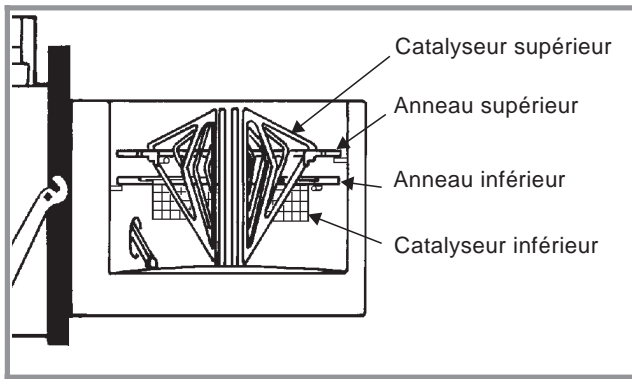

Fig. 17 - Coupe schématique du pot de combustion
- Vérifier le bon positionnement des pièces internes du brûleur (fig. 17)